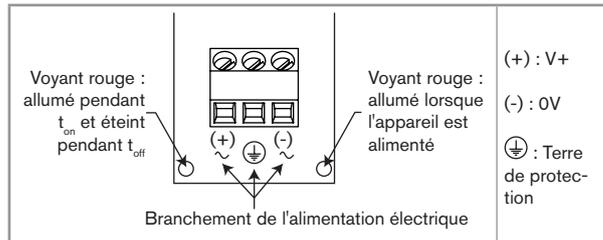
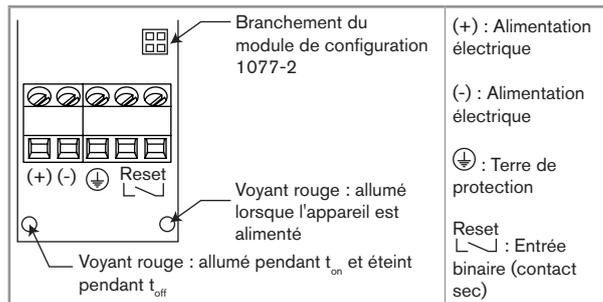

Fig. 5 : Affectation des bornes du 1078-1
Fig. 6 : Affectation des bornes du 1078-2
- Insérer le câble dans l'écrou puis dans le presse-étoupe et câbler selon la Fig. 5 ou la Fig. 6.
- Insérer le 1077-2, avec son joint d'étanchéité, sur le 1078-2, dans l'un ou l'autre sens. Voir Fig. 6, page 21.